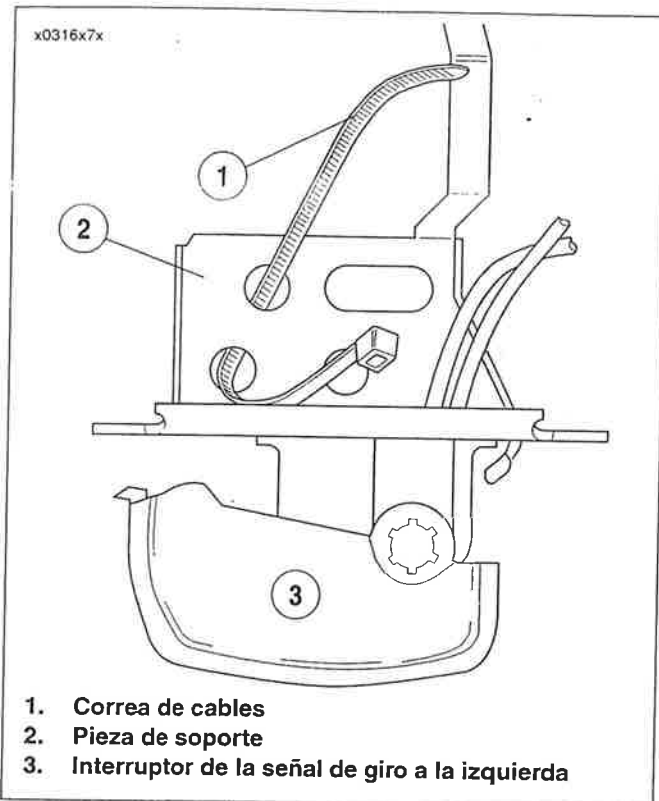

Figura 7-59. Insertar la correa de cables en la pieza de soporte del interruptor
1. Vea la Figura 7-59. Inserte el extremo ahusado de la correa de cables (1) nueva de 178 mm (7,0 pulg.) en el agujero redondo en la pieza de soporte (2) del interruptor de las señales de giro y después hágala pasar de regreso por el agujero adyacente. Reserve el agujero oblongo para el tornillo de la pieza de soporte.